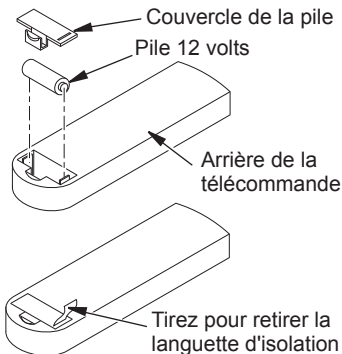

Figure 15 - Installation de la pile à l'arrière de la télécommande
- Activez la pile de la télécommande en enlevant la languette d'isolation à l'arrière de la télécommande (voir figure 15). La pile est comprise et préinstallée.